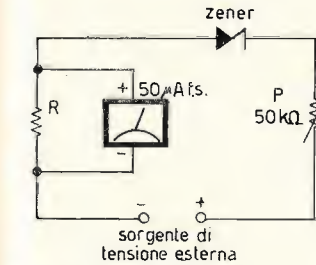

figura 7
8) Regolazione della corrente di zener: si realizza il montaggio della figura 7, alimentata dall'esterno attraverso una sorgente ausiliaria di tensione. La corrente attraverso il diodo è regolabile da quasi 0 a circa 10 mA a mezzo di un potenziometro da 50 kΩ.